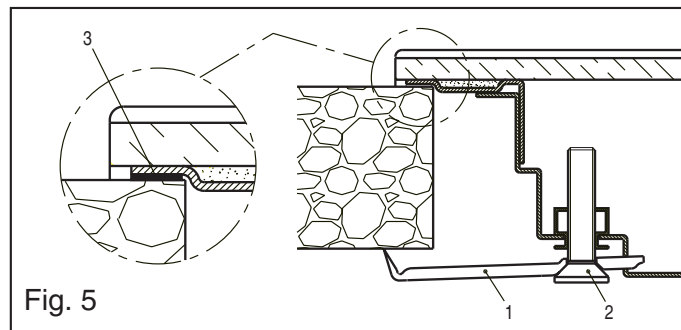

Fig. 5
- Introduzca la placa en el hueco y fíjela mediante las 4 piezas de agarre (fig. 5 punto 1), apriete los 4 tornillos (fig. 5 punto 2).
- Asegúrese de que las juntas de goma estén bien colocadas (fig. 5 punto 3) y de que el cable de alimentación no esté aplastado ni retorcido.